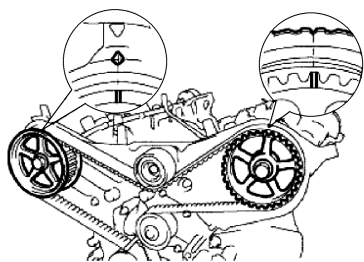

图 1-263 对准 3 号正时带盖上的正时标记
8) 检查右侧和左侧正时带轮的正时标记, 是否如图 1-263 所示对准 3 号正时带盖上的正时标记。